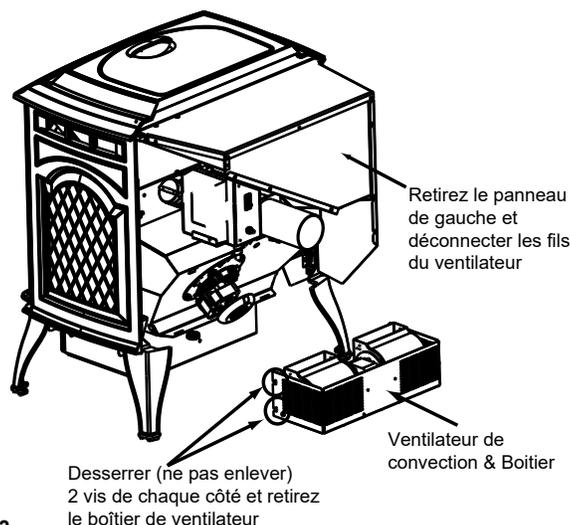

Figure 25.3
- Il y a 2 vis à chaque côté du boîtier. Desserrez les 4 vis, mais ne les retirez pas. Soulevez le boîtier de ventilateur doucement et tirez le vers vous (**Figure 25.3**).